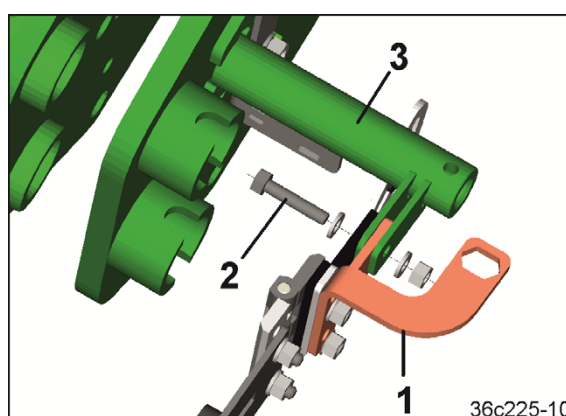

图 116
6. 将悬臂 (图 116/1) 通过六角螺栓 (图 116/2) 旋紧在支架 (图 116/3) 上。